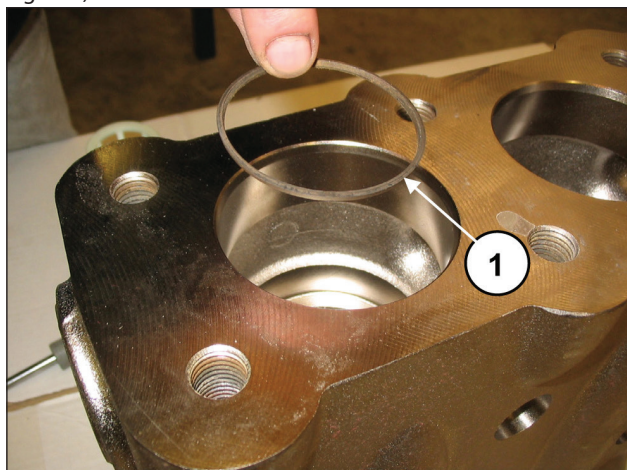

Fig. 102
Inserire l'anello antiestruzione, pos. esplosivo n. 4 (pos. ①, Fig. 102).